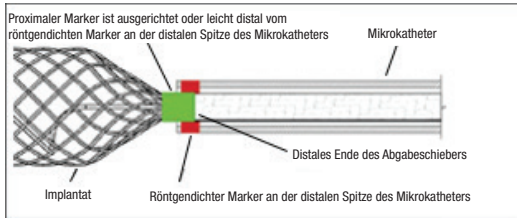

Abbildung 6 – Position der Marker für die Abtrennung
24. Unter Durchleuchtungskontrolle das Implantat langsam aus der Spitze des Katheters vorschieben. Das Implantat weiter an die gewünschte Stelle vorschieben, bis der proximale röntgendichte Marker auf dem Implantat ausgerichtet ist oder sich leicht distal zum Katheter mit röntgendichtem Marker an der distalen Spitze befindet, wobei die Abtrennzone direkt jenseits der Katheterspitze positioniert wird. Siehe Abbildung 6. Gegebenenfalls neu positionieren. Bei ungeeigneter Größe das Implantat entfernen und durch ein anderes Produkt ersetzen. Wird nach der Positionierung und vor der Abtrennung eine unerwünschte Bewegung des Implantats unter Durchleuchtung beobachtet, das Implantat entfernen und durch ein anderes Implantat mit einer geeigneteren Größe ersetzen. Bewegt sich das Implantat, deutet dies auf eine mögliche Implantatmigration nach der Abtrennung hin. Den Abgabeschleiber **NICHT**